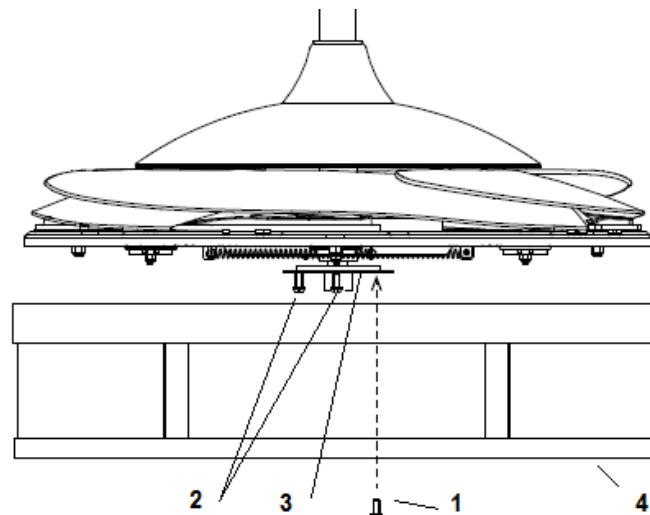

Abb. 6
1. Lösen Sie die Schraube (1) aus der Lampenschirmhalterung (3). Richten Sie die zwei Schlitzschrauben (2) an den Langlöchern des Lampenschirms (4) aus. Abb. 6